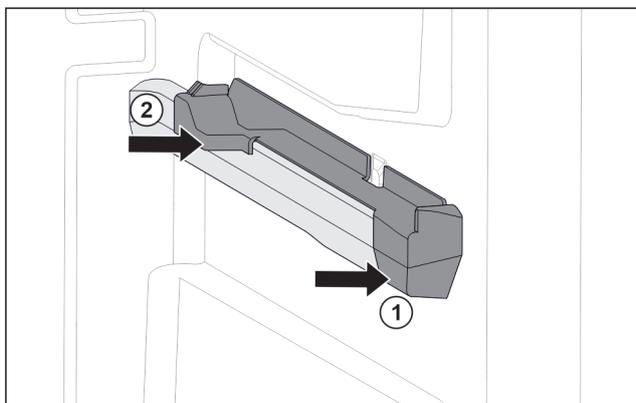

Fig. 126 Elemento inseribile sulla nervatura destra del contenitore
- ▶ Posizionare l'elemento inseribile sulla parte anteriore della nervatura del contenitore. Fig. 126 (1)
- ▶ Premere l'elemento inseribile sulla parte posteriore. Fig. 126 (2)